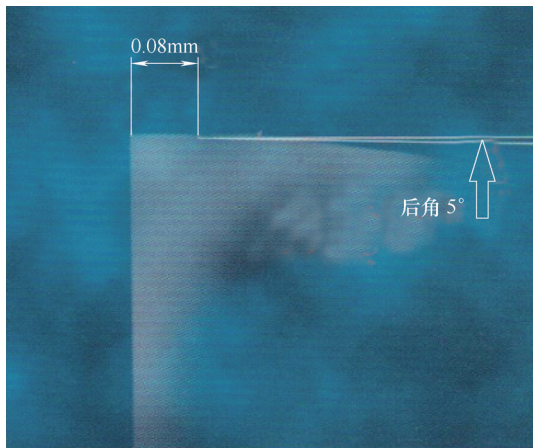
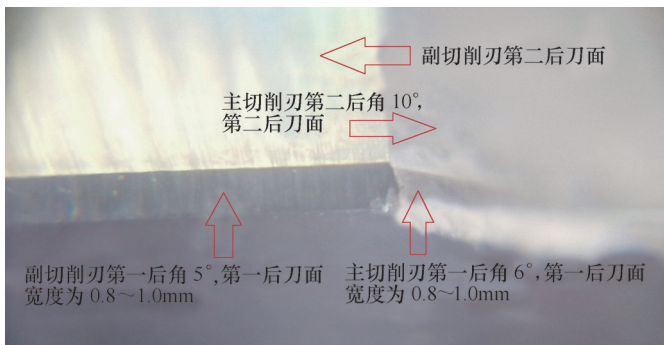

图14 第一后角的几何尺寸
图15 磨后角
(2) 切削刀 由于细长孔加工最重要的是要考虑刀具的排屑性能，在需要保留足够排屑空间的情况下，这把整体硬质合金导条刀具不能像可调式导条刀具那样可以设计足够的导条支撑来保证加工的稳定性，也不能像铰刀那样把切削刀后刀面磨成支撑刃带，保证了支撑稳定性而无法实现高速加工。要实现高速又稳定的加工，既需要提高切削刀的锋利性，把切削抗力降到最低，又要保证加工过程的稳定性。所以切削刀必须像可调式导条刀具一样的锋利，以确保切削抗力最小。同时因为铰刀要具备的支撑稳定性，所以在副切削刃刃口与后角之间磨出一个5°后角，如图14、图15所示，其宽度为0.8~